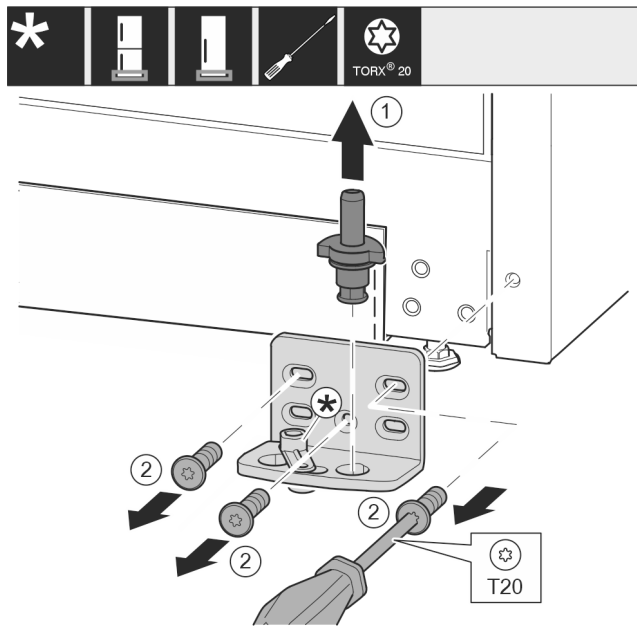

Fig. 17 *
- Izvucite svornjak ležaja Fig. 17 (1) potpuno prema gore.*
- Odvijačem odvrnite vijke Fig. 17 (2) i skinite podložak ležaja.*